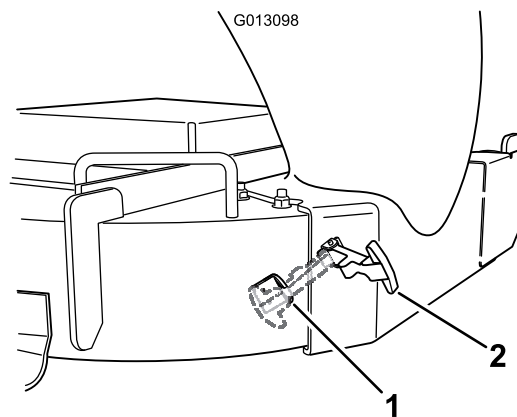

Figura 20
8. Coloque o fecho flexível da calha nos fechos de retenção soldados na parede lateral da plataforma do cortador (Figura 20).